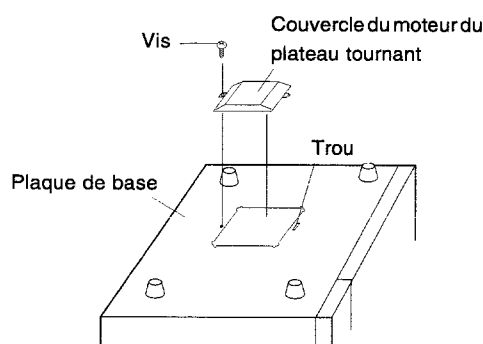

Figure C-4 (b). Réinstallation du couvercle du moteur du plateau tournant
6. Réinstaller le couvercle du moteur du plateau tournant sur la plaque de base à l'aide de la vis retirée au point 2 comme indiqué sur la Figure C-4 (b).